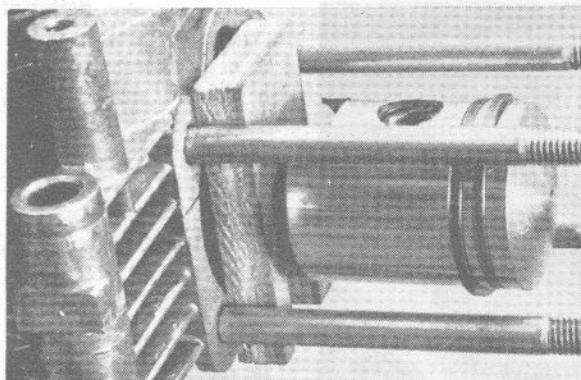

Fig. 11
- De 4 cylinderkopmoeren losdraaien, pas op het zoekraken van de onderlegringen. Cylinderkop afnemen. Cylinder afnemen. Zuiger met houten hulpstuk tegen beschadiging beschermen (fig. 11). De stofdeksel van het vliegwiel losmaken door de spring ring af te nemen. De deksel heeft 3 nokken. Deze voor de uitsparing van het vliegwiel draaien.